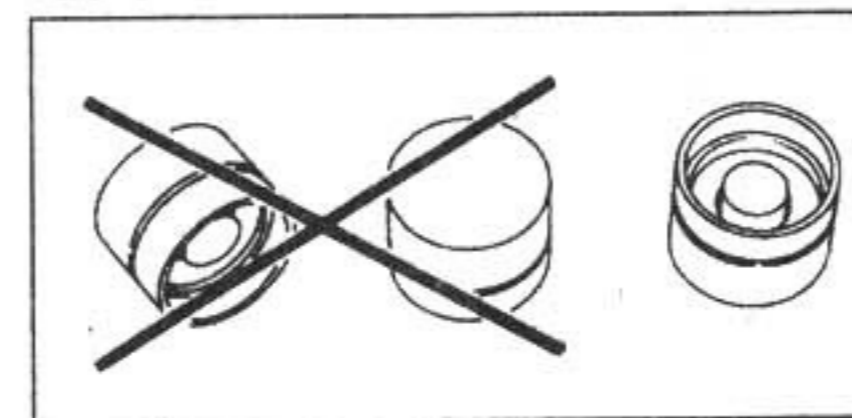

Рис. 3-49.
- 1) Не кладите толкатели так, как показано на рис. 3-49, — воздух, попавший в них, станет причиной нарушения работы;